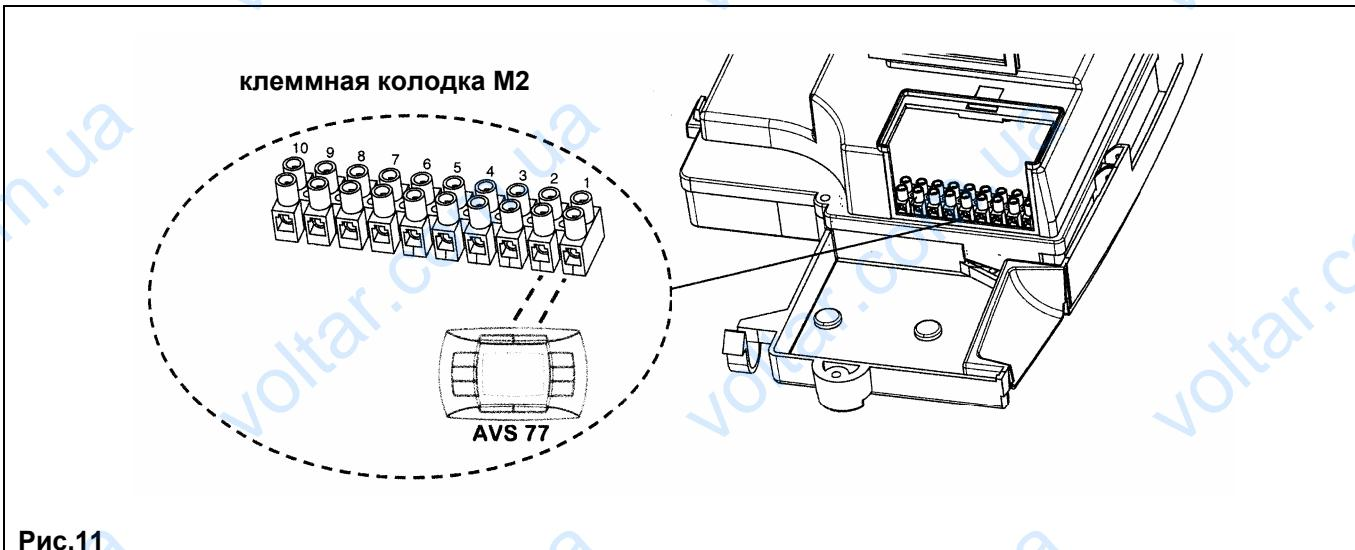

Рис.11
- подсоединить два провода, идущих от клеммной колодки котла **M2** (рис.11), как показано на рис.С.
- Подсоединить эти 2 провода к клеммной колодке **M2** котла как показано на Рис.11
1. Отвинтить два винта (**a - b** рис.11), которые фиксируют корпус котла;
2. открыть доступ к клеммной колодке **M2** как показано на рис.11;
- откройте доступ к клеммам подключения электропитания (рис.11),
- подключите двухпроводной кабель, идущий от термостата, к клеммам (1) и (2);